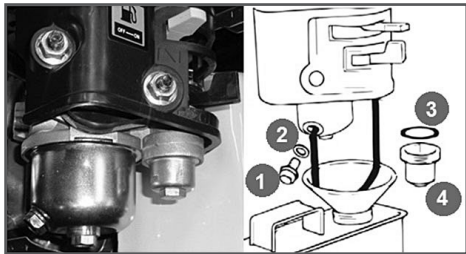

Рис.12 Обслуживание фильтра-отстойника карбюратора
3. Открутите болт сливного отверстия (1) и слейте топливо из поплавковой камеры карбюратора (Рис. 12).
- Открутите стакан отстойника (4), вылейте из него топливо в ранее подготовленную емкость.
1. Слейте топливо из топливного бака и карбюратора (Рис. 12).